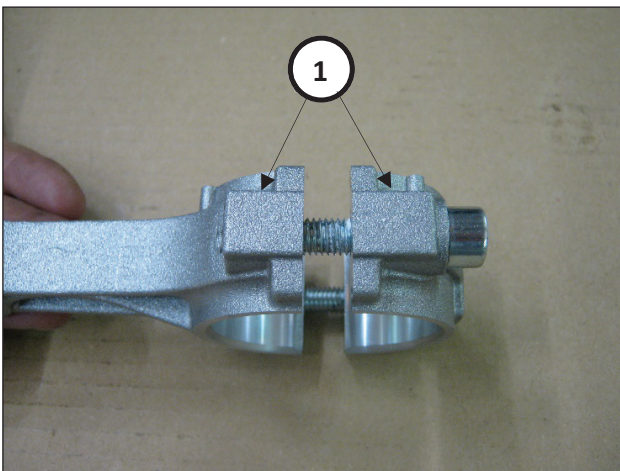

Abb. 9
- Paaren Sie die Pleueldeckel mit den zugehörigen Schäften (Abb. 9, Pos. ①).